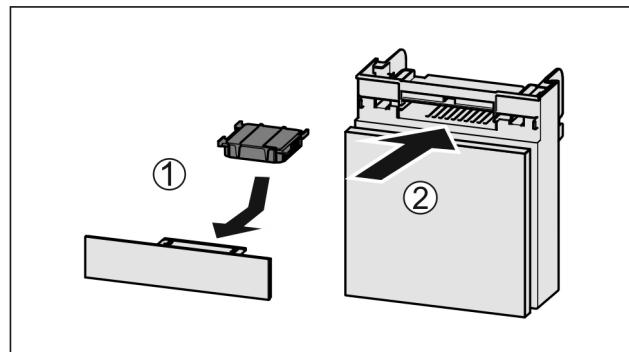

Fig. 58
- Поставете Fig. 58 (1) филтъра с активен въглен, както е показано на фигурата.
► Вкарайте Fig. 58 (2) отделението.